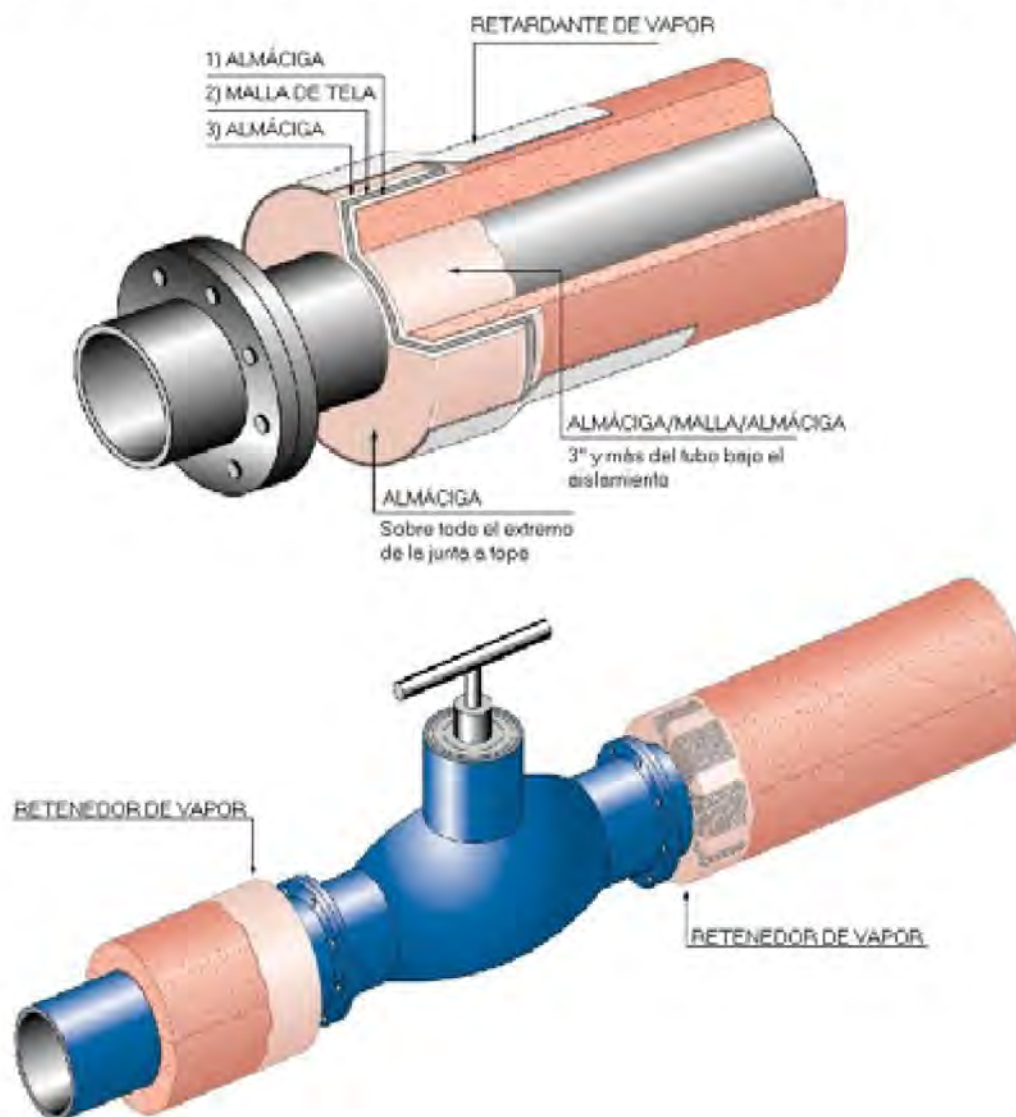
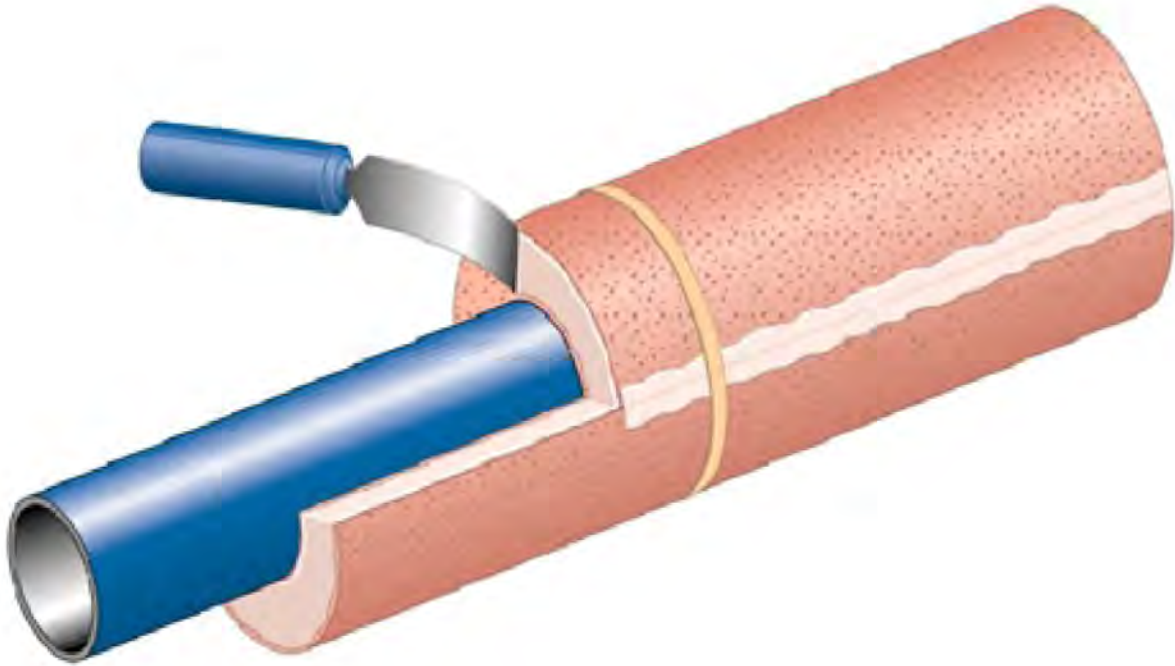

Figura 3
Figura 8
- 4.1.2 Cuando se requiera un espesor de aislamiento superior a 2 1/2", emplee un sistema de doble capa. Alterne todas las juntas longitudinales entre las capas del interior y exterior. Instale las juntas longitudinales de la capa interior y exterior a 90° entre sí con las juntas de la capa interior en las posiciones 12 y 6 del reloj y las juntas de la capa exterior en las posiciones 3 y 9. Todas las terminales de las juntas entre las capas del interior y exterior deberán estar alternadas entre seis y 18 pulgadas. Vea la Figura 3 en el Apéndice B.
- 4.1.7 Se pondrá aislamiento de una capa a la tubería, con todas las juntas selladas en toda la profundidad con sellador de juntas esparcido para uniformizar el espesor de manera que las juntas estén ajustadas y sean uniformes. Véase la Figura 8 en el Apéndice B. En el sistema de aislamiento de doble capa, las capas internas no serán instaladas con selladores. En los sistemas de doble capa la capa exterior y la capa interior serán independientes entre sí de modo que pueda haber movimiento entre las capas. Vea la Figura 3 en el Apéndice B.